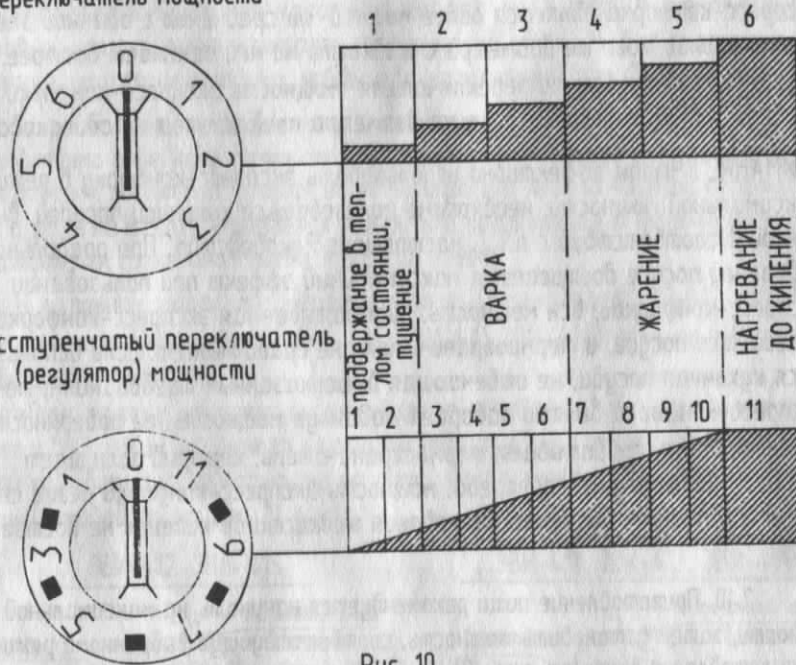

Рис. 10
7.6. Режимы приготовления пищи в зависимости от положений ручек переключателей (устанавливаемых переключателями мощности) указаны на рис. 10.
7.10. Приготовление пищи рекомендуется начинать на максимальной мощности, затем установить мощность, соответствующую выбранному режиму приготовления пищи (см. рис. 10). За 5 - 10 мин до конца приготовления ручку переключателя установить в положение "0". Это позволяет использовать накопленное электроконфоркой тепло для окончательного приготовления пищи, обеспечивает экономию электроэнергии и увеличивает срок службы электроконфорки.